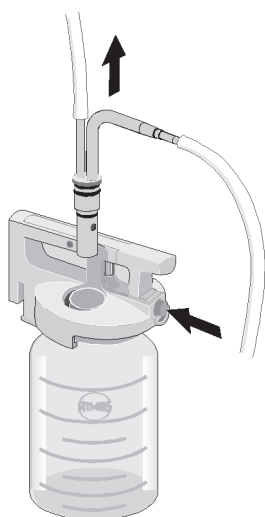

Fig. 41. Rimozione della connessione doppia
- Estrarre il raccordo a spina doppia dal serbatoio pieno (Fig. 41). Se avete agganciato un secondo serbatoio, collegatelo.